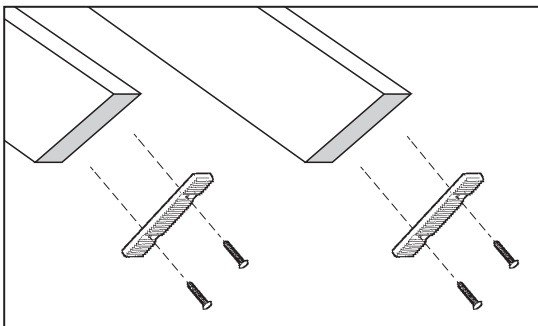

FIGURA 12
E. Instale el tacón de plástico a extremos inferiores del riel con pijas de 1" incluidas. Taladre agujeros guía de 1/16" en la madera antes de instalar las pijas para evitar daños en el riel (Figura 12).